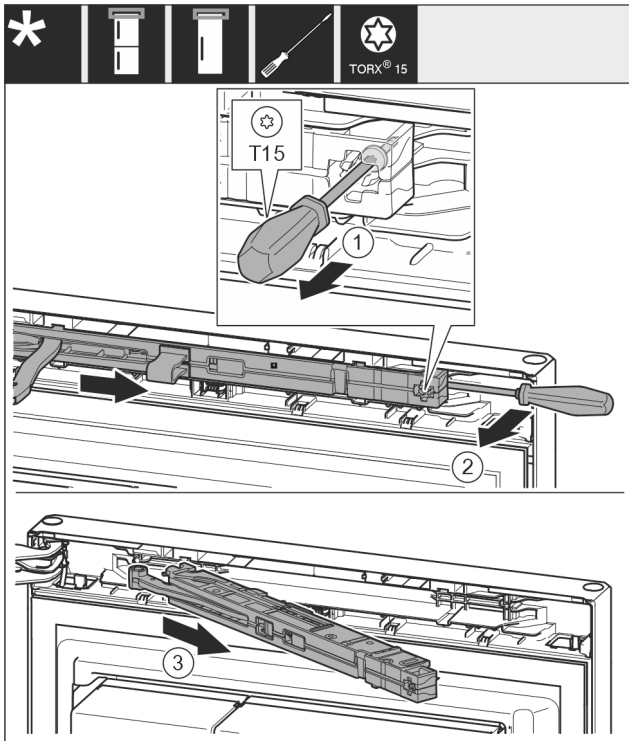

Fig. 11
- ▶ Schraube Fig. 11 (1) an Schließdämpfereinheit mit Schraubendreher 14 mm (9/16 in) lösen.
- ▶ Schließdämpfereinheit Fig. 11 (2) griffseitig mit Schraubendreher nach vorne aushebeln.
- ▶ Schließdämpfereinheit Fig. 11 (3) herausziehen.